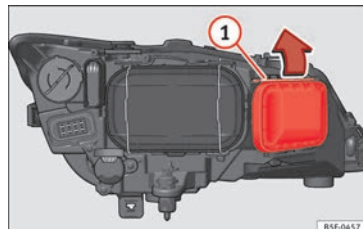

Fig. 107 Lâmpada da luz de máximos.
- Desloque o tirante » **Fig. 107** ① no sentido da seta e puxe a tampa.